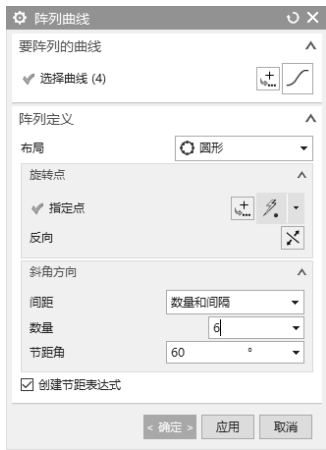
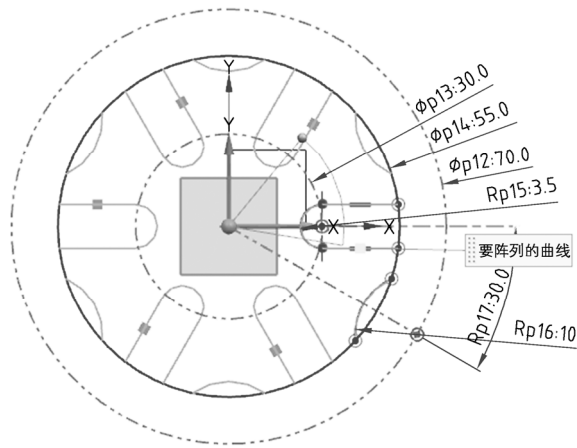

图 1-4-9 【阵列曲线】对话框
图 1-4-10 阵列结果
(5) 阵列结构。点击【直接草图】→【阵列】命令，弹出如图 1-4-9 所示的对话框，在【要阵列的曲线】中选取阵列曲线，在【阵列定义】中选择【圆形】，【指定点】选择圆形，【间距】选择【数量和间隔】，【数量】输入 6，【节距角】为 60，单击【确定】按钮，显示如图 1-4-10 所示。